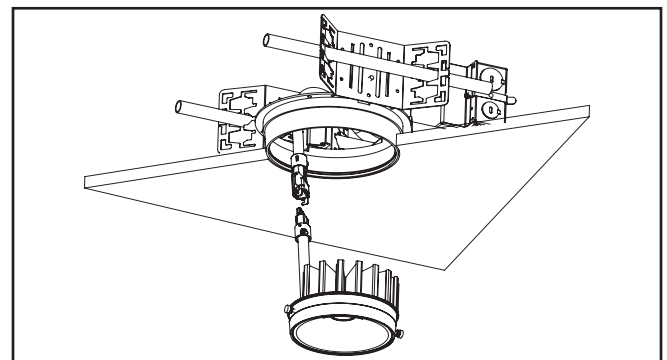

Figure 5.
2. Retirez le moteur lumineux à DEL de son emballage de protection. Alignez la partie supérieure et inférieure de la prise de débranchement du luminaire Powerplug® et les raccorder ensemble en poussant. Assurez-vous que le crochet du levier de blocage de la prise de débranchement du luminaire Powerplug® est enclenché (Figure 5.).